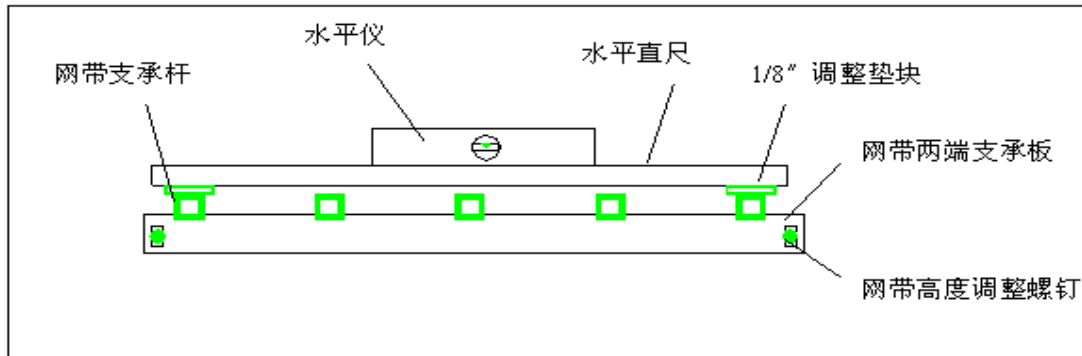

图 7-2
- a. 在炉子出口处前、后网带支承杆上放置一个 1/8" 调整垫块，如图 7-2 所示；